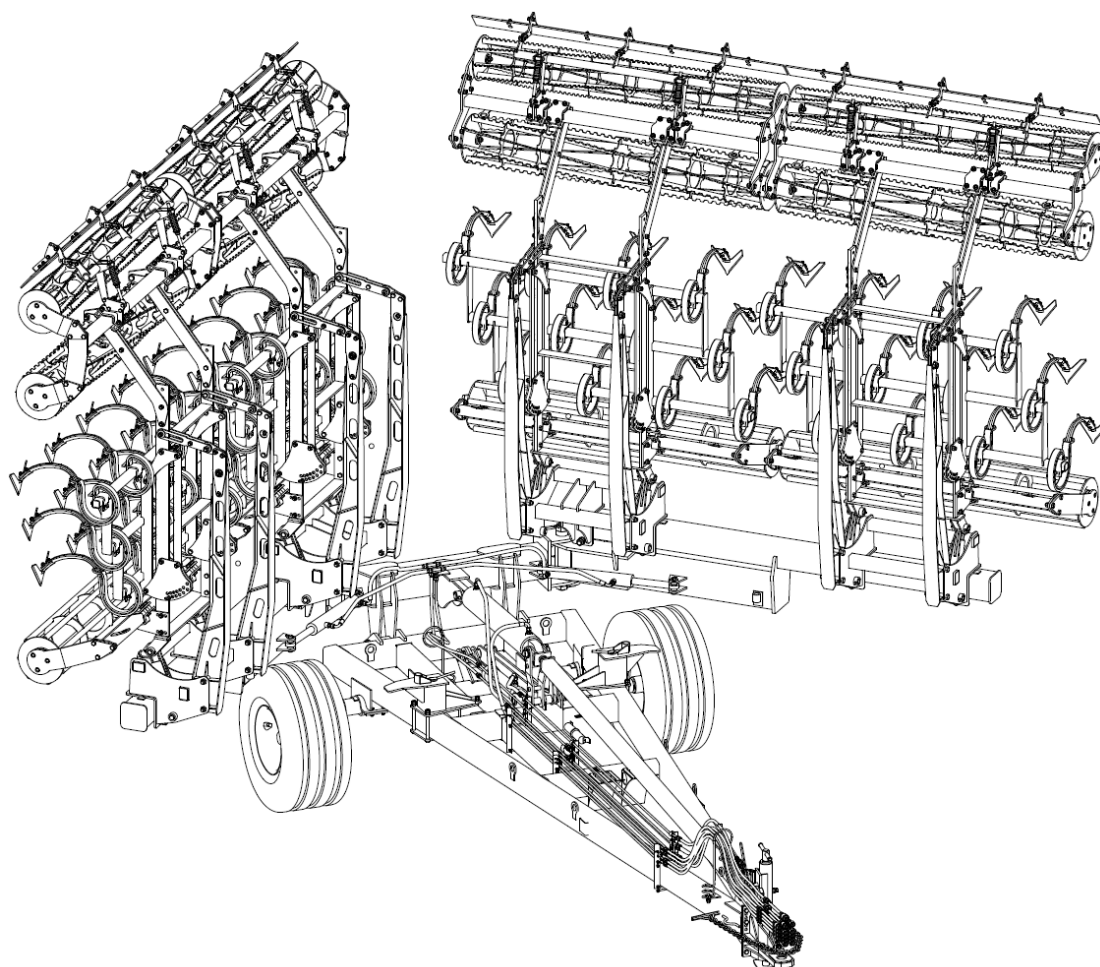

Рис.14.1 Перевод в транспортное положение и наоборот.
- сделать перевод в транспортное положение боковыми гидроцилиндрами (рис.14.1 и 14.2);
- выполнить перевод боковых балок в предрабочее положение (в одну линию) боковыми гидроцилиндрами (рис.14.1).